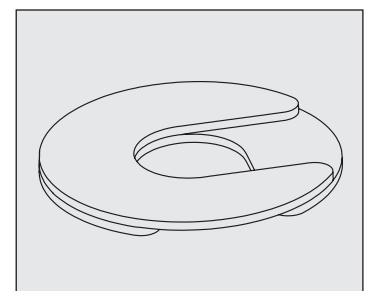

Fig. 10. Instalar varias calzas con ranuras de desplazamiento.
- Si se usa más de una calza, asegúrese de que estén giradas 90° entre sí. Véase la fig. 10.
- NO utilice más de cuatro (4) calzas en una misma rueda.